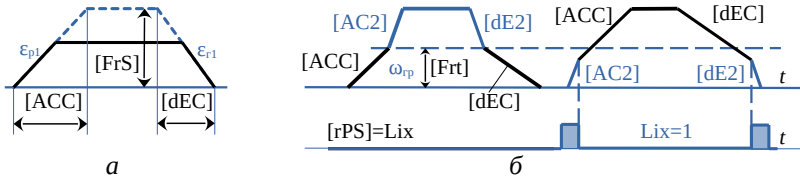

Рисунок 4.4: Одно- (а) та двосхідчасті (б) тахограми
Можна забезпечити два темпи прискорення (уповільнення) – рис. 4.4 а. При цьому,
- сигналом на дискретному вході – параметру [Ramp Switch Assign] [rPS] призначається дискретний вхід DI чи біт, коли на цьому вході логічна 1, то активізуються темпи [AC2] та [dE2] (рис. 4.4 б, табл. 4.1).